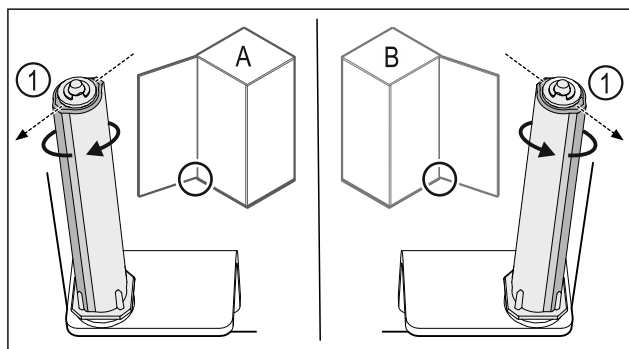

Fig. 44 Μεντεσέδες αριστερά (A) / Μεντεσέδες δεξιά (B)
- Περιστρέψτε το σύστημα κλεισίματος κόντρα στην αντίσταση, μέχρι ο κορμός του συστήματος κλεισίματος Fig. 44 (1) να είναι στραμμένος προς τα έξω.